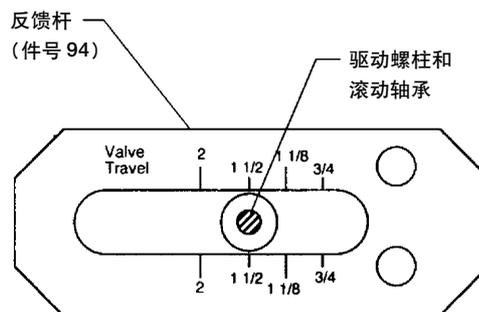

图5. 安装驱动螺柱在反馈杆上
16. 按图 5 所示调整驱动螺柱座的位置, 使得滚动轴承中心相应的确反馈杆上的行程标记相对中。